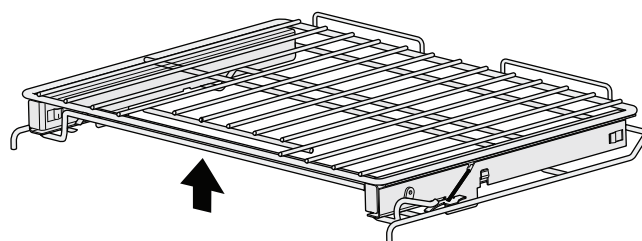

Figure 5: Porte-glissière extensible avec le levier de déverrouillage en position déverrouillée. Pour libérer, tirez sur le levier de déverrouillage.
1. Soulevez le levier de déverrouillage situé à travers l'avant inférieur du rack, comme indiqué sur (Figure 5).
2. Tout en maintenant le levier de déverrouillage (Figure 5), retirez le porte-verre du four jusqu'à ce que la position d'arrêt soit atteinte. Utiliser deux mains si nécessaire.